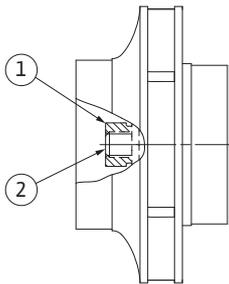

Fig. 50: posición correcta de la tuerca del rodete tras el montaje
29. Sujete el eje (véase el paso 24) y apriete la tuerca del rodete con el par de apriete prescrito (véase Tab. 2 "Pares de apriete de los tornillos"). La tuerca (Fig. 50, pos. 1) tiene que quedar enrasada con el extremo del eje (Fig. 50, pos. 2) con un margen de tolerancia de $\pm 0,5$ mm. Si no es así, afloje la tuerca y repita los pasos 25 al 29.